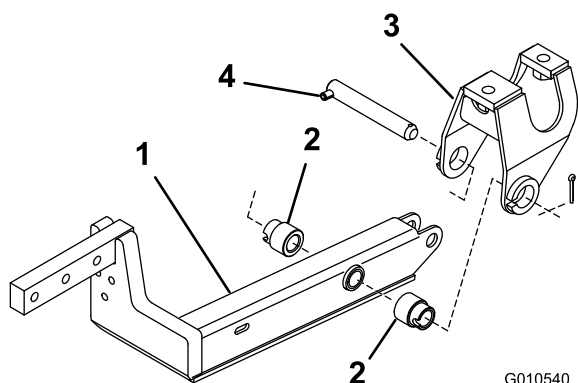

Figure 2
4. Installez un bras de relevage sur le support de pivot à l'aide de 2 entretoises, d'un axe de pivot et d'une goupille fendue (5/32 x 1-3/4 po). Installez le bras de relevage avec le coude placé vers l'extérieur (Figure 2).